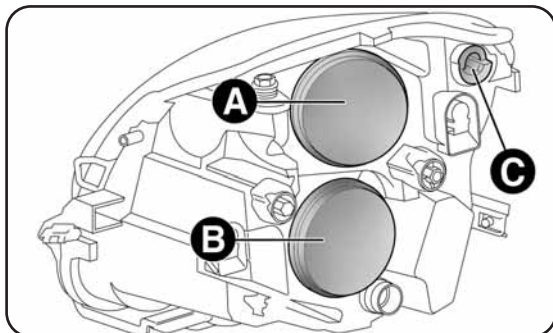

fig. 22
GROUPES OPTIQUES AVANT fig. 22
- enlever le couvercle A-fig. 22;
- remonter le couvercle A-fig. 22;
- enlever le couvercle B-fig. 22;
- remonter le couvercle B-fig. 22;